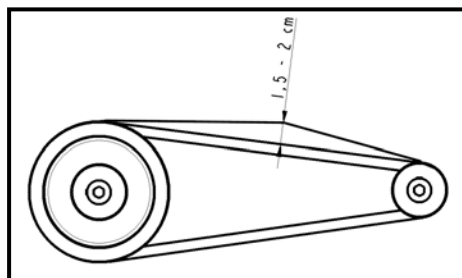

РИС. 4
- 3 Каждые шесть месяцев проверяйте натяжение приводных ремней (от 1,5 до 2 см, **Рис.4**).